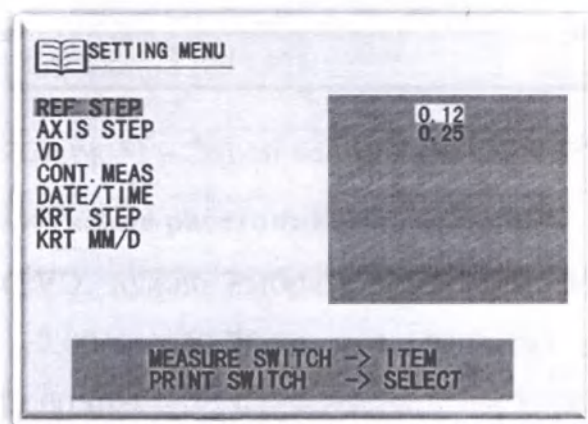

Рисунок 50 – Экран настройки REF STEP
- Нажмите кнопку измерения на ручке управления, переместите курсор на пункт REF STEP (рисунок 50).